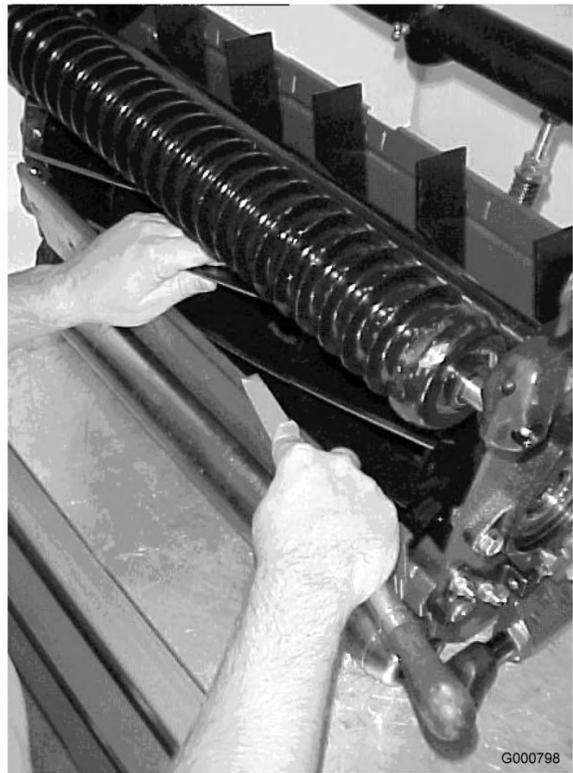

Figura 72
11. Quando a unidade de corte estiver devidamente afiada, o fio de corte dianteiro da lâmina vai-se tornando irregular. Com uma lima, elimine cuidadosamente essa irregularidade, sem desgastar o fio de corte (Figura 72).